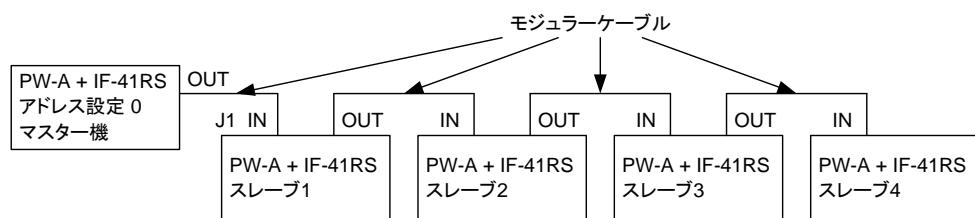

図 8-2. IF-41RS を使ったマスター操作
- IF-41RS を組み込んだ PW-A 電源をアドレス 0 に設定し、マスター機として図 8-2. のようにモジュラーケーブルによって接続すれば、マスター機への操作と同じ内容を 4 台のスレーブ機に反映させることができます。スレーブ機に反映できる設定は以下の項目になります。
- ① DISPLAY/STATUS KEY の設定(設定値または出力値を表示させるチャンネルの選択)
- ② プリセット 1 から 4 の選択
- ③ MAIN OUTPUT KEY の ON/OFF
- ④ 各 OUTPUT SELECT KEY の設定
- ⑤ ディレイオン/オフおよび各チャンネルのディレイ時間の設定
- ⑥ 各チャンネルの電圧・電流設定値